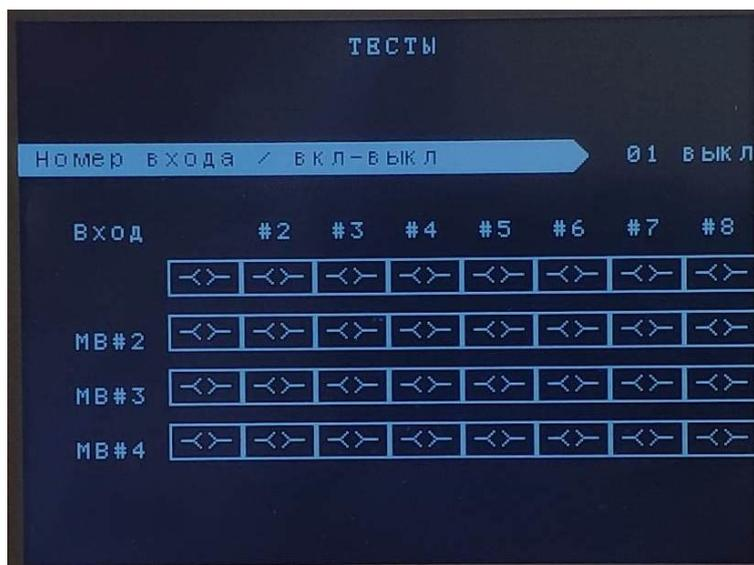

Рисунок 23 – Подраздел «Тест МВ»
**3.2. «Тест МВ»** - подраздел предназначен для проверки дискретных входов модуля МВ (см. рисунок 23). Порядок работы в данном режиме аналогичен п. 3.1. При тестировании дискретных входов, пуск аварийных команд не происходит.